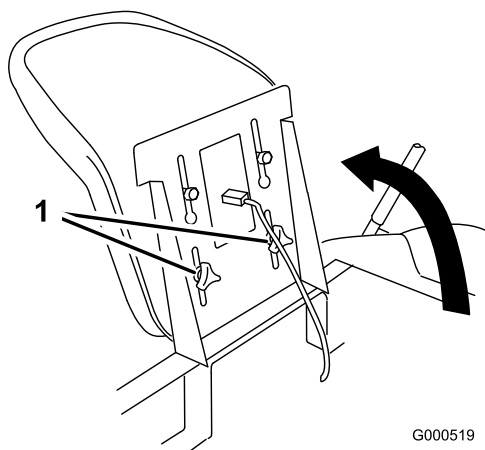

Bild 21
1. Heben Sie den Sitz an und lösen Sie die Einstellhandräder etwas, um den Sitz zu bewegen (Bild 21).